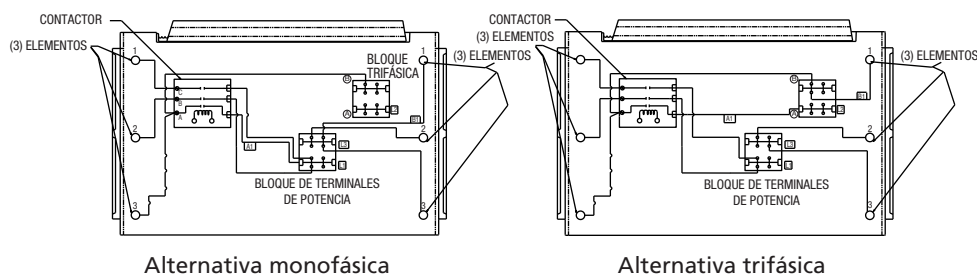

Figura 4b – Conexiones de cableado para alimentación monofásica y trifásica (804RZ6 y 804RZ7)
- d. El Modelo 804RZ9 (Figura 4b) tiene dos bloques de terminales trifásicos situados adyacentes a los relés (contactores). Mueva solamente los dos conductores que están marcados como "C1" y "D1" en cada uno de estos dos bloques de terminales trifásicos a la terminal "B". No mueva ni cambie ningún otro conductor.